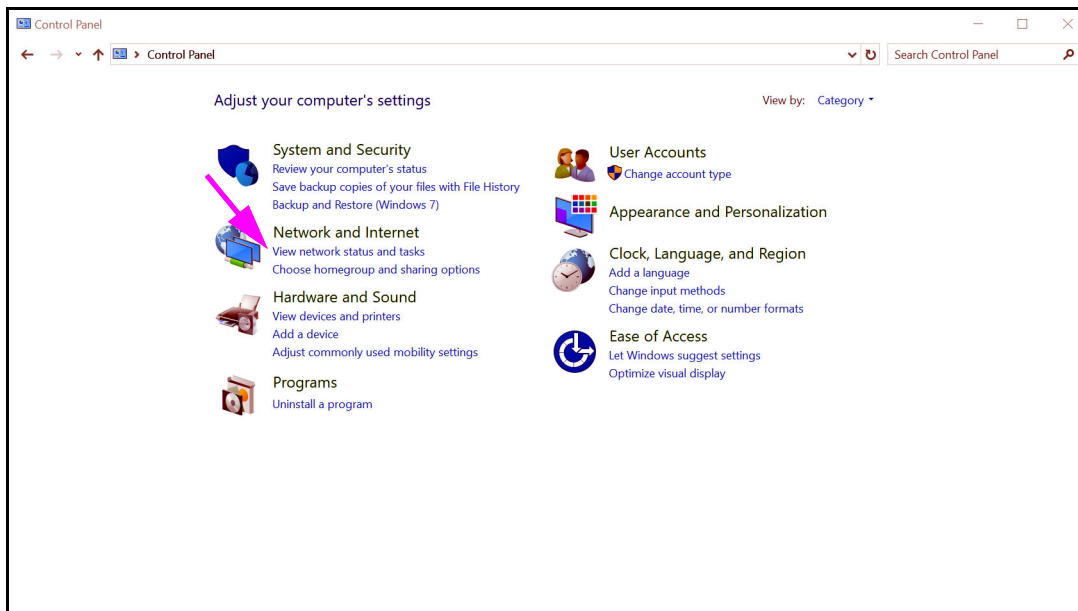

Figura 2-44. Ventana de los elementos del Control Panel (Panel de control) - vista Category (Categoría)
3. Seleccione el **Control Panel (Panel de control)**. Si la vista está ajustada a **Category (Categoría)**, la pantalla se muestra tal como se ilustra en la figura 2-44.